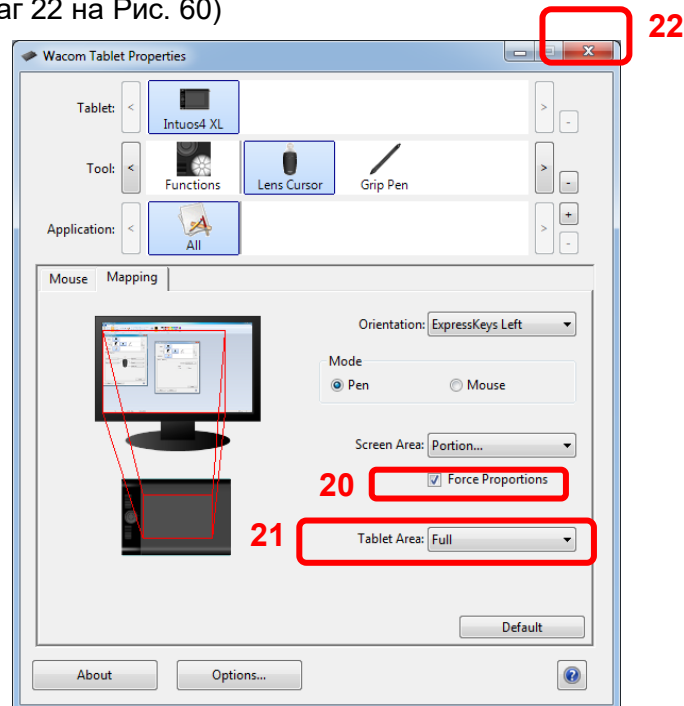

Рис. 60
6. Уберите галочку из поля **Force Proportions** (шаг 20 на Рис. 60), в позиции Tablet Area выберите возможность **Full** (шаг 21 на Рис. 60), и после чего закройте окно Wacom Tablet Properties (шаг 22 на Рис. 60)